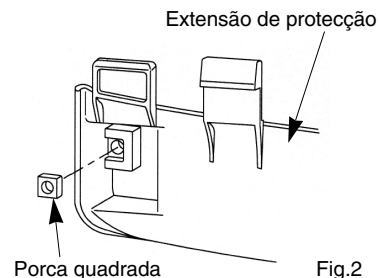
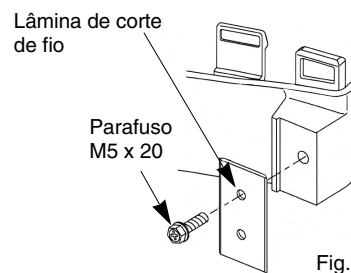

Fig.2
Fig.3
1. Insira a porca de cabeça quadrada na extensão de protecção como indicado na Fig. 2.
2. Fixe a lâmina de corte de fio à extensão da protecção utilizando os parafusos M5 x 20, fixando com a porca de cabeça quadrada (na Fig.2) como mostrado na Fig. 3.